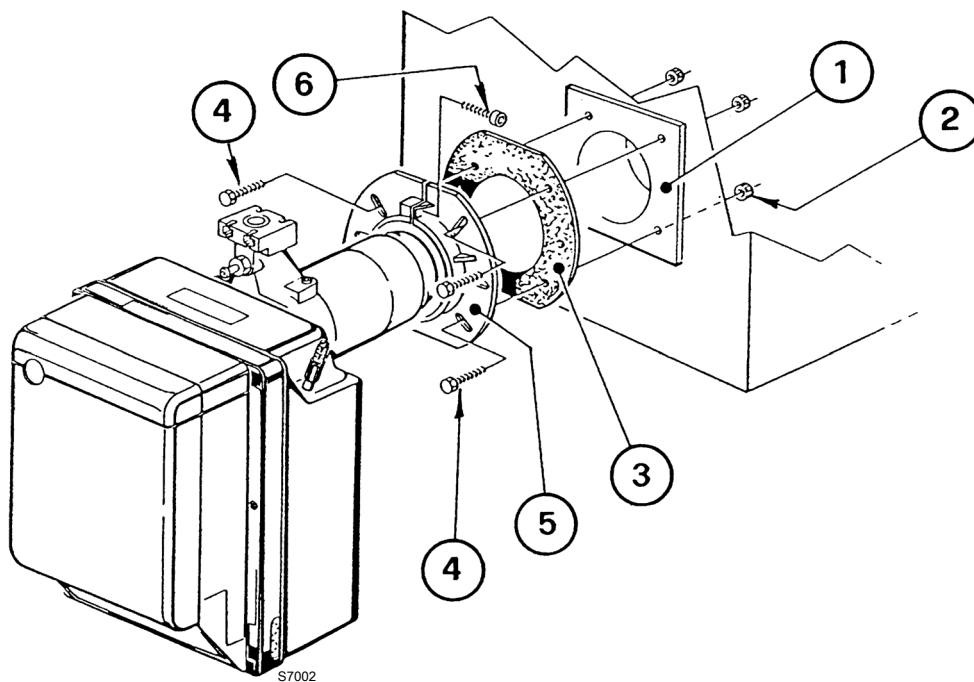

图 11
- 使用螺钉 4) 和 (必要时) 螺母 2) 将法兰 5) 固定到锅炉 1) 的门上) (图 11)，之间放上隔热衬垫 3)，但上面的两个螺钉 4) 之一不要拧紧。